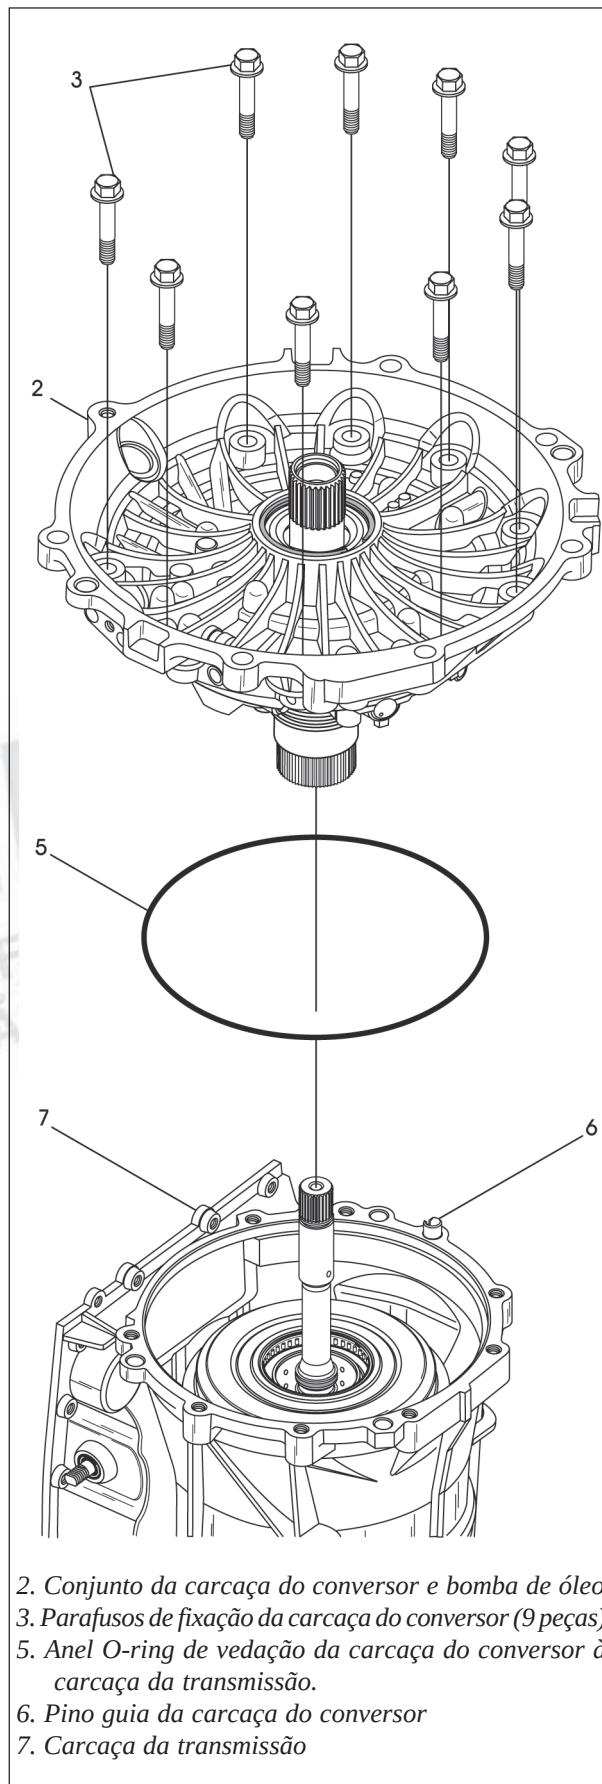

Figura 167
32. Instale os nove (9) parafusos de fixação da carcaça do conversor à carcaça da transmissão, conforme mostra a figura 167, apertando-os somente com os dedos por enquanto.